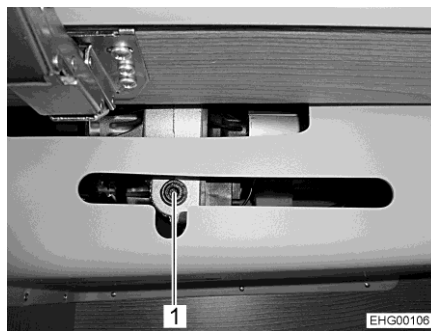
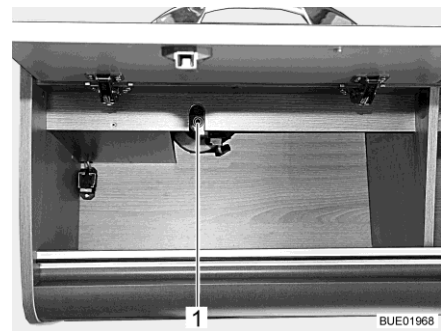
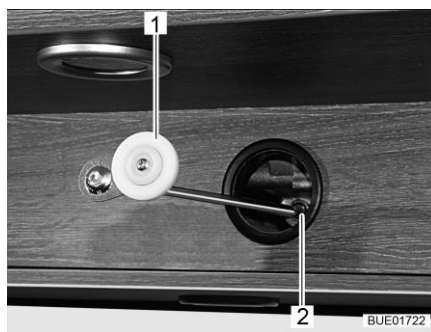

Fig. 142 Acceso al accionamiento (Ixeo T)
Fig. 143 Acceso al accionamiento (Lyseo T)
Fig. 144 Manejo mecánico, accionamiento
- Si el alojamiento (Fig. 142,1 ó Fig. 143,1) para el accionamiento está instalado en el armario de pared: abrir el armario de pared.
- Insertar la manivela (Fig. 144,1) entregada o una llave Allen en el alojamiento en el motor (Fig. 142,1 ó Fig. 143,1 y Fig. 144,2).